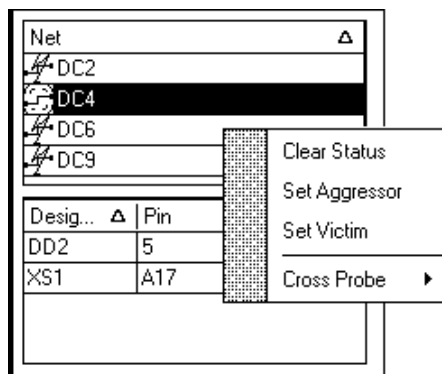

Рис. 10.14. Присвоение цепи статуса "агрессора" — источника наводок
- ☐ указать курсором одну из цепей в списке **Net** панели **Signal Integrity** (рис. 10.14);